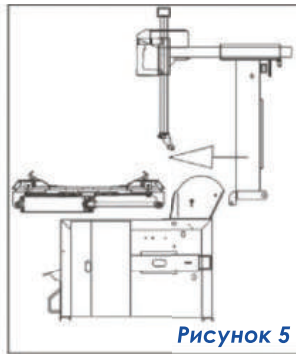

Рисунок 5
- Установите демонтажную колонну на корпус стэнда, как показано на Рис. 5.